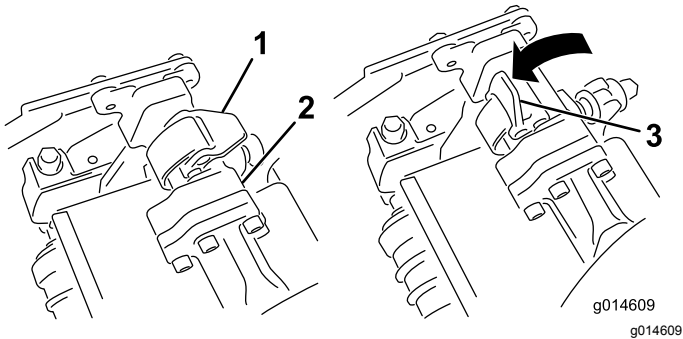
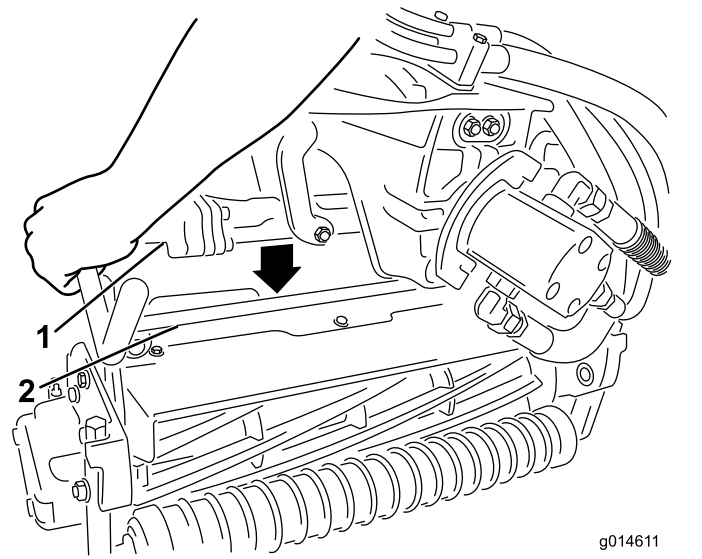

Figure 32
Figure 33
3. Les verrous de la barre de bras de suspension étant orientés en haut (c.-à-d. ouverts) (Figure 32), poussez le bras de suspension vers le bas pour que la barre s'engage sur la barre transversale en haut du plateau de coupe (Figure 33).
4. Fermez les verrous autour de la barre du plateau de coupe et bloquez-les en place (Figure 32).
- Ouvrez les verrous sur la barre du bras de suspension appartenant au plateau de coupe que vous voulez déposer (Figure 32).